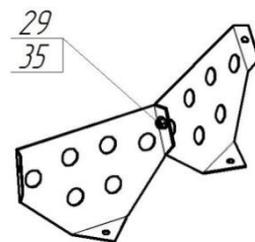

Рис.16
3.11. Преодолевая усилие пружины (16), оттянуть фиксатор (8) вниз и повернуть емкость на удобный угол. Прикрепить лопасти (11) к емкости нижней (2) и емкости верхней (12), с помощью болтов (17), шайб (28) и гаек (32), при этом шайбы установить с наружной стороны ёмкостей.
Возможна комплектация бетономесителя сборными лопастями (рис. 16). В этом случае необходимо две полулопасти скрепить между собой болтом (35) и гайкой (29). После установить в бетономеситель с помощью болтов (21), шайб (14) и гаек (29).